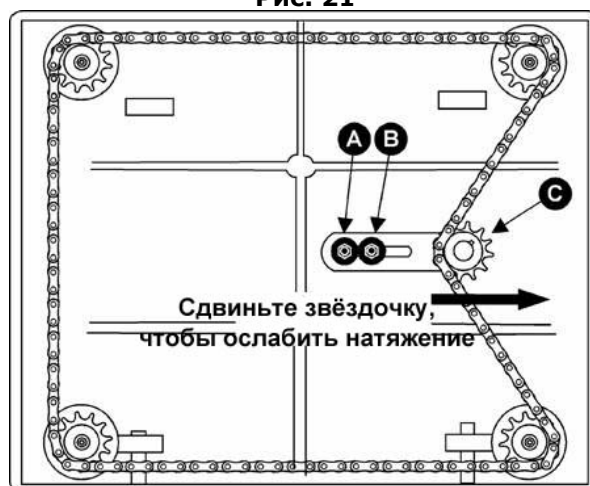

Рис. 22
2. Открутите болты, которые фиксируют станок на основании. Наклоните станок на бок, чтобы было видно дно основания, как показано на Рис. 22.
3. Открутите болт (А, Рис.22) и ослабьте болт (В, Рис.22), которые позволят вам переместить звездочку (С, Рис. 22) достаточно, чтобы ослабить натяжение цепи.
6. Когда все регулировки установлены правильно, поместите цепь обратно на угловые звездочки, переместите звездочку (С, Рис. 22) обратно, чтобы натянуть цепь, затяните болт (В, Рис.22), а также вкрутите и затяните болт (А, Рис.22).